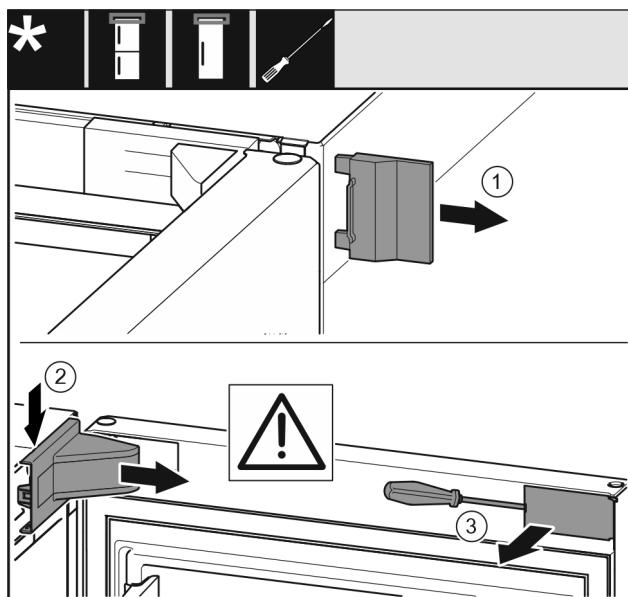

Fig. 14
- Odoberte vonkajší kryt. Fig. 14 (1)
- Odistite a uvoľnite kryt ložiskovej konzoly. Odoberte kryt ložiskovej konzoly. Fig. 14 (2)
- Kryt odistite plochým skrutkovačom a vyklopte nabok. Fig. 14 (3)